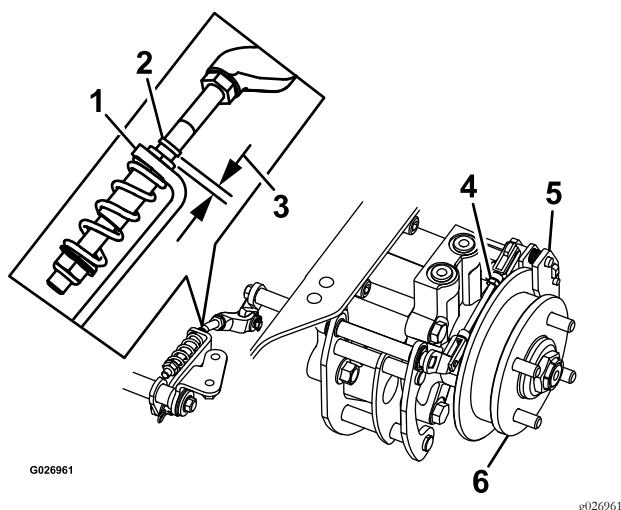

Figure 43
8. Vérifiez si un espace est visible entre le support en L et la butée de tringlerie (voir Figure 43).